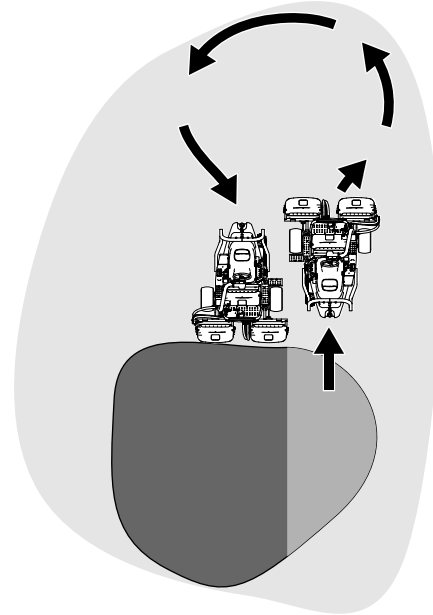

图 22
6. 要缩短下一趟剪草的操作时间并方便剪出直线应轻轻朝相反方向转动机器然后再转向未剪部分。此动作是一个泪滴状的转弯图 22 可将机器快速对齐进行下一趟剪草。